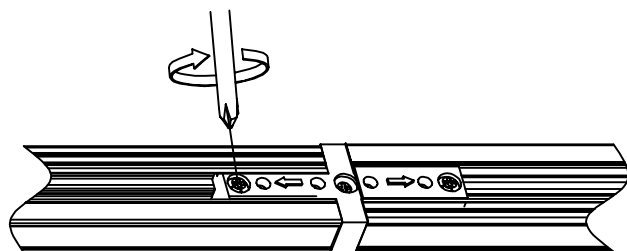

Fig. 29
3. Ensure polarity edges of tracks and connectors align. Insert the connector into open end of track and tighten positioning screw. Do not force connector into track (Fig 29).
3. Assurez-vous que les bords polaires des rails et des connecteurs sont alignés. Insérez le connecteur dans l'extrémité ouverte du rail et serrez la vis de positionnement. Ne forcez pas pour insérer le connecteur dans le rail (Fig. 29).